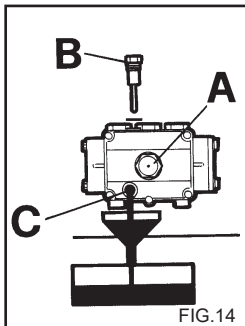

FIG. 14
- 2) Bruk peilepinnen til å skru av dekslet (fig. 14).